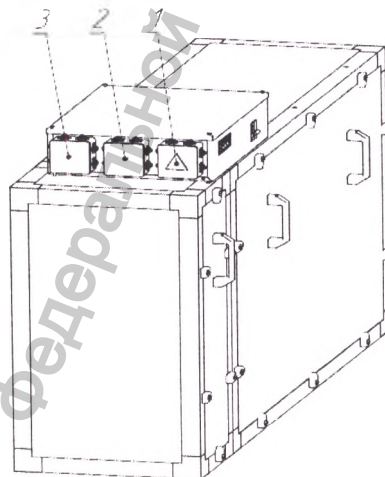

Рисунок 2.3 — Электромонтажные коробки
2.3.3.5 На корпусе прибора находится блок автоматики, на котором установлены три электромонтажные коробки (рисунок 2.3):